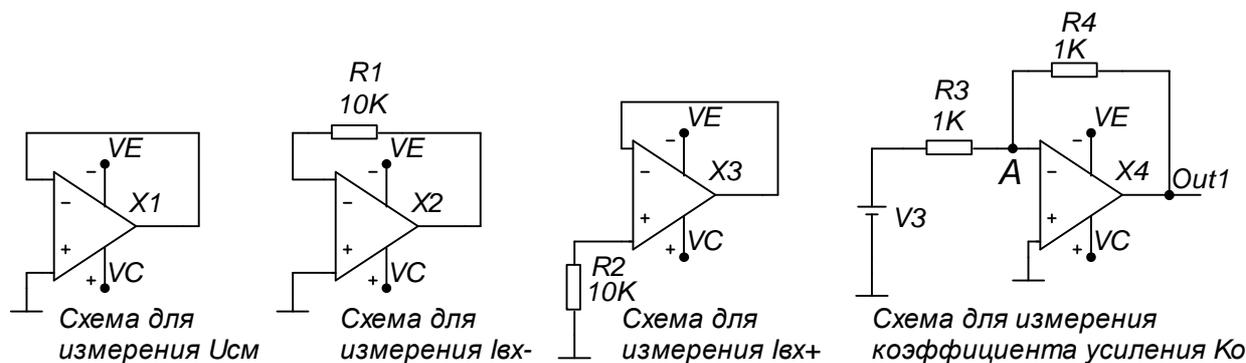

Рис.12.9 Схемы включения операционного усилителя для измерения его основных параметров
- а) собрать схемы, представленные на рис. 12.9;